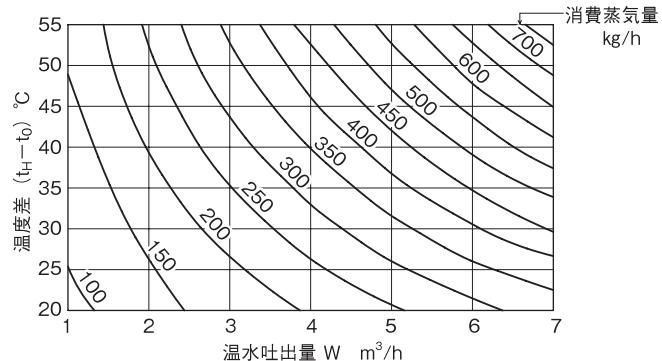

図7 消費蒸気量線図
- 5.3 図 7 から消費蒸気量を求めて、蒸気量が十分あることを確認してください。
6.3 消費蒸気量（図7参照）